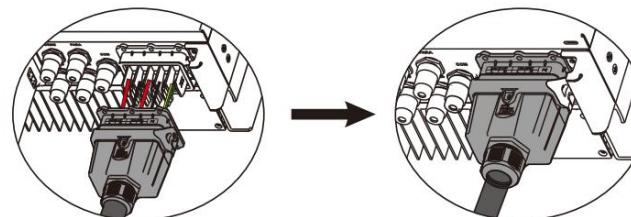

Figura 4.3-6 Instalar terminales de conexión de CA
Paso 4. Conecte el cable de CA combinado al terminal de CA del inversor, apriete el cable con un par de 2,0 Nm a 2,5 Nm y luego bloquee la cubierta de CA. Consulte la Figura 4.3-6.